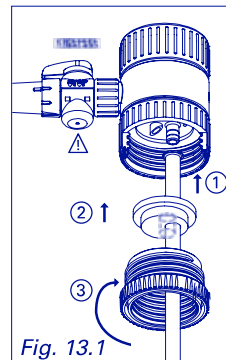
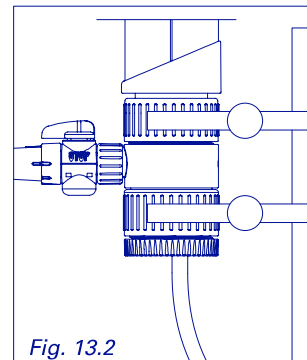

Fig. 13.1
Fig. 13.2
- ① Position ring spacer and fit with adapter (Fig. 13.1)
- ② Attach feed tubing
- ③ Place dispenser on workstation and screw the two clamps. (Fig. 13.2)
- ① Stützring positionieren und festschrauben (Abb. 13.1)
- ② Ansaugschlauch einfügen
- ③ Instrument mit Hilfe der zwei Klemmen in der Dispenserhalterung befestigen (Abb. 13.2)
- ① Positionner la bague d'appui et visser l'adaptateur (Fig. 13.1)
- ② Insérer le tuyau d'aspiration
- ③ Fixer à l'aide des deux pinces le doseur sur le statif (Fig. 13.2)